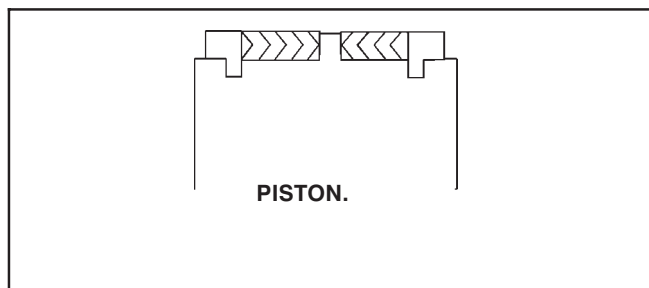

Figura 8-7. Instalación del sello Poly-Pak.
**ASEGURESE DE INSTALAR APROPIADAMENTE LOS SELLOS PARA PISTON TIPO "POLY-PAK" NUEVOS. VEA EN LA FIGURA 8-7 LA ORIENTACION CORRECTA DE LOS SELLOS LA INSTALACION INCORRECTA DEL SELLO PUEDE RESULTAR EN FUGAS DEL CILINDRO Y SU MAL FUNCIONAMIENTO.**